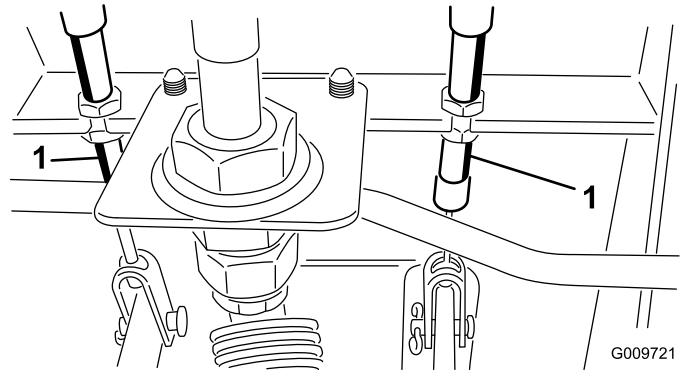

Figura 88
- A. Afloje la tuerca delantera del extremo roscado del cable de freno (Figura 88).